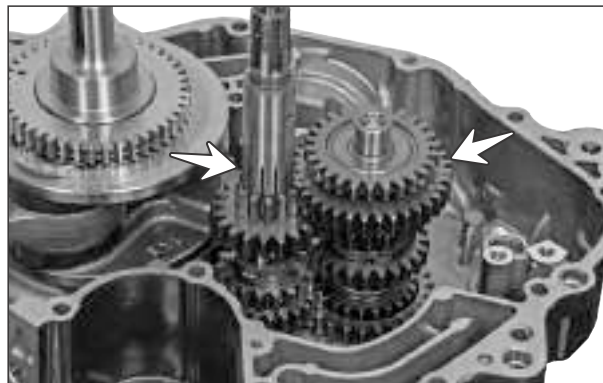

Fig. 3.184
- Montar el conjunto de eje secundario (embrague eje) y el eje de accionamiento de montaje tal como se establece en LH conjunto de cárter. (Fig. 3.184)